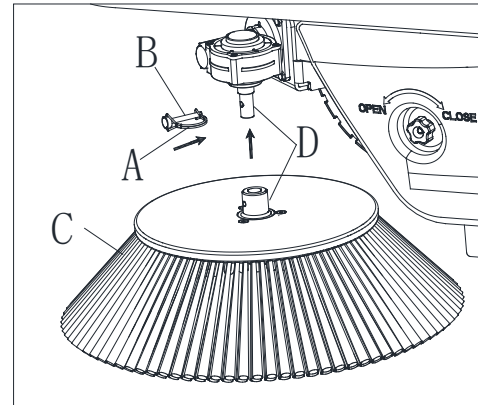

Figura 12
3. Desenganche el resorte del pasador "D" (A, figura 12) y, a continuación, retire el pasador "D" del eje del cepillo lateral (B, figura 12).
4. Coloque el cepillo lateral nuevo en el eje del motor del cepillo lateral, alinee los orificios del cubo del cepillo lateral con el orificio del eje del motor (D, figura 12), a continuación inserte el pasador "D" (B, figura 12) y finalmente sujete el resorte (A, figura 12).